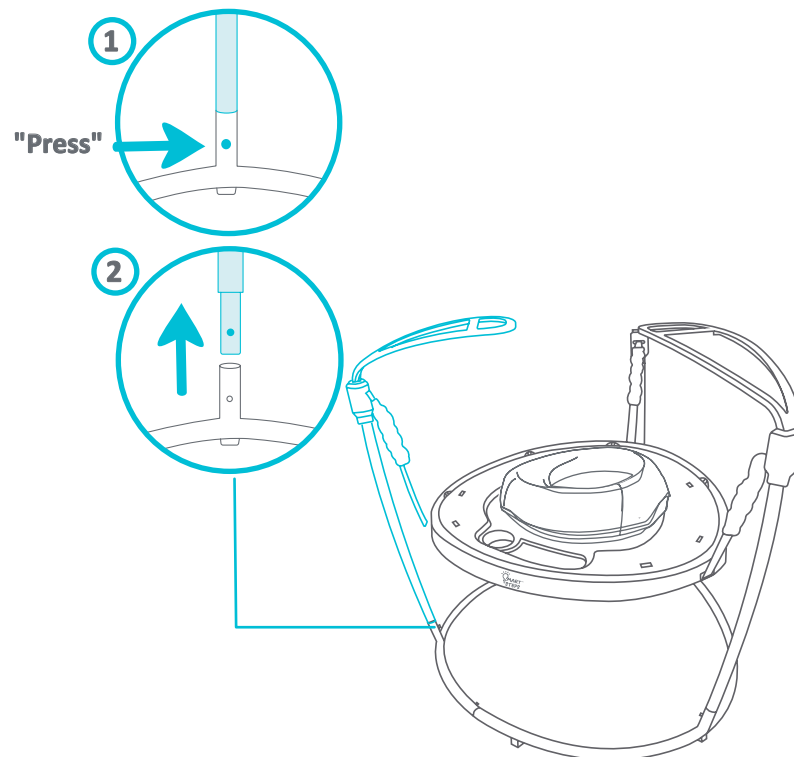
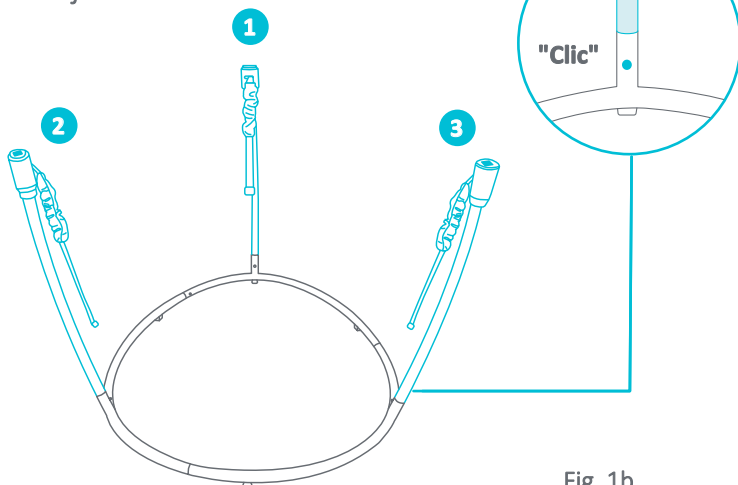
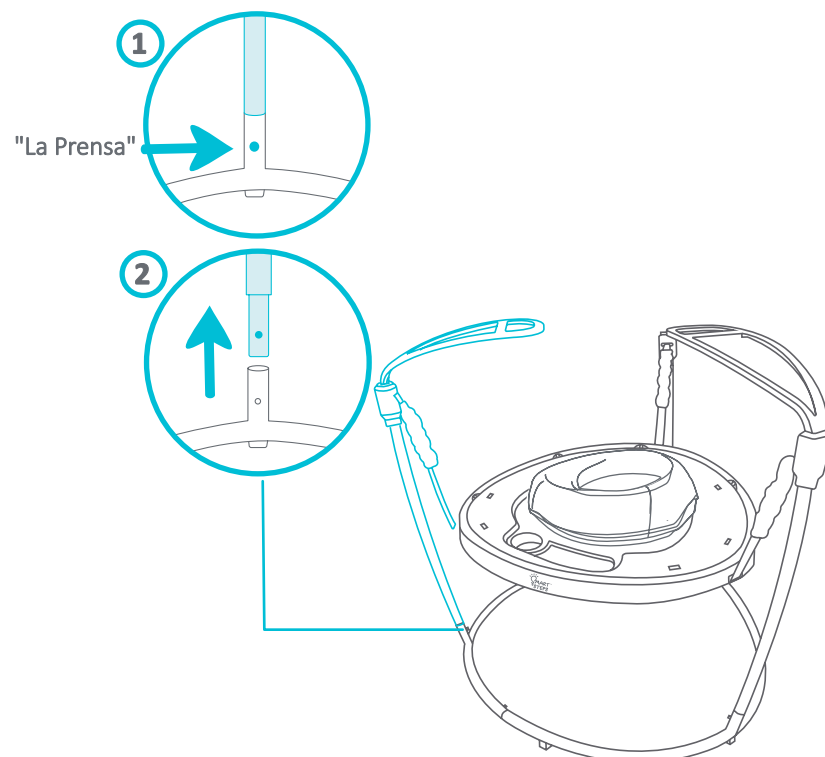

Fig. 6d
Fig. 1b
Fig. 6d
When replacing the strap, the standing bar must be removed (Fig. 6d). To re-assemble the bar, repeat steps Fig. 1b through Fig. 2f.
Las barras verticales (2) y (3) con agujeros vacíos ubicados en la parte superior deben estar en este orden como se muestra (Fig. 1b).
Al reemplazar la correa, se debe quitar la barra de apoyo (Fig. 6d). Para volver a montar la barra, repita los pasos de la Fig. 1b a la Fig. 2f.